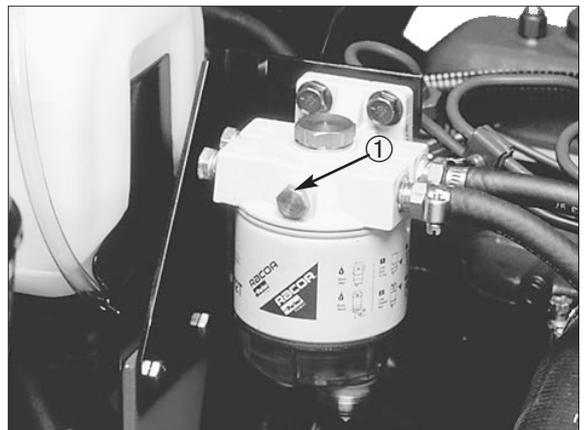

Bild 12
2. Brechen Sie die Entlüftungsschraube an der Oberseite des Kraftstofffilters/Wasserabscheiders (Bild 12) auf.